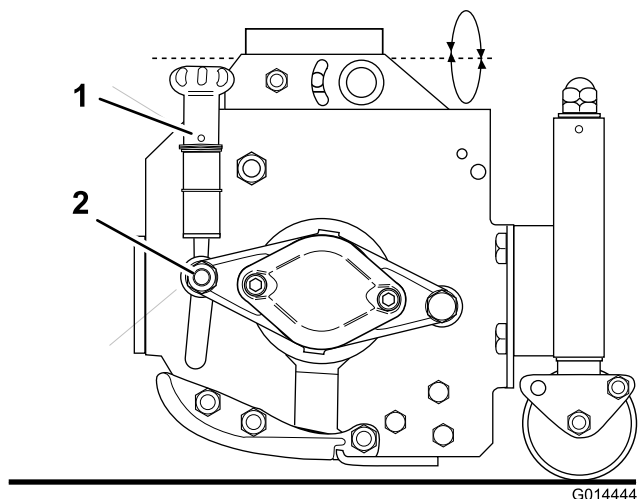

Figura 71
3. Qualora sia necessaria una regolazione, procedete come indicato di seguito: allentate il dado (Figura 71) di un quarto di giro a entrambe le estremità.
4. Girate la rotella a mano (Figura 71), alternando i lati, mentre ruotate il cilindro di taglio indietro, fino a quando la lama inferiore sfiora il cilindro lungo tutta la sua lunghezza.
- Serrate il dado (Figura 71) a entrambe le estremità.